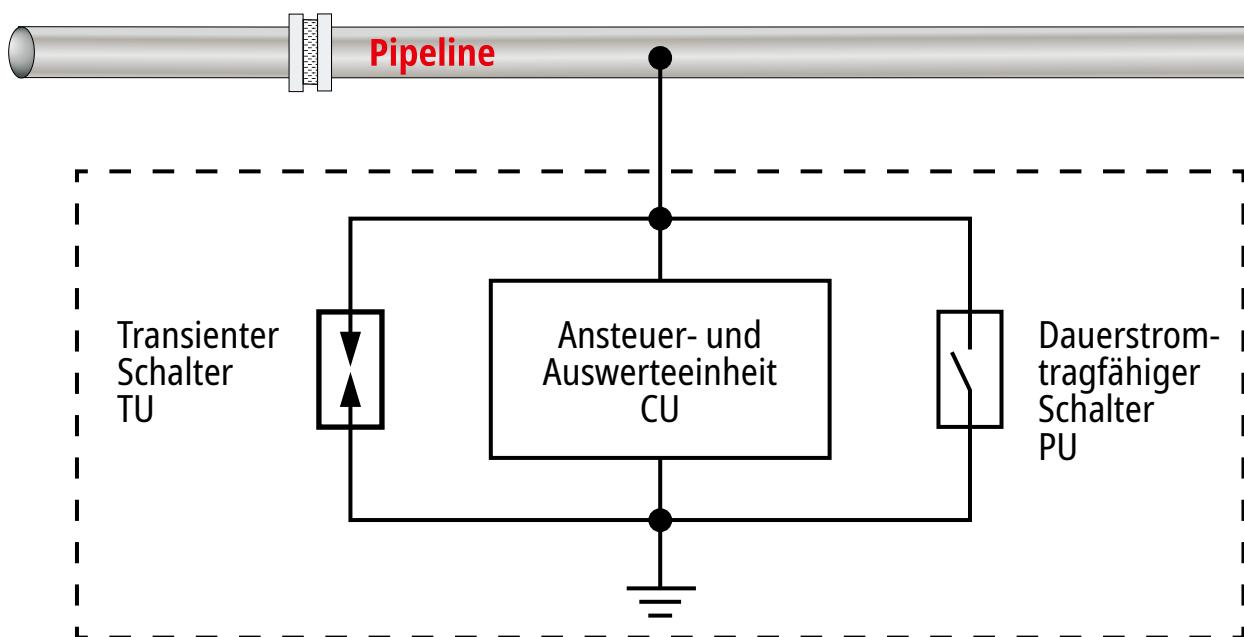
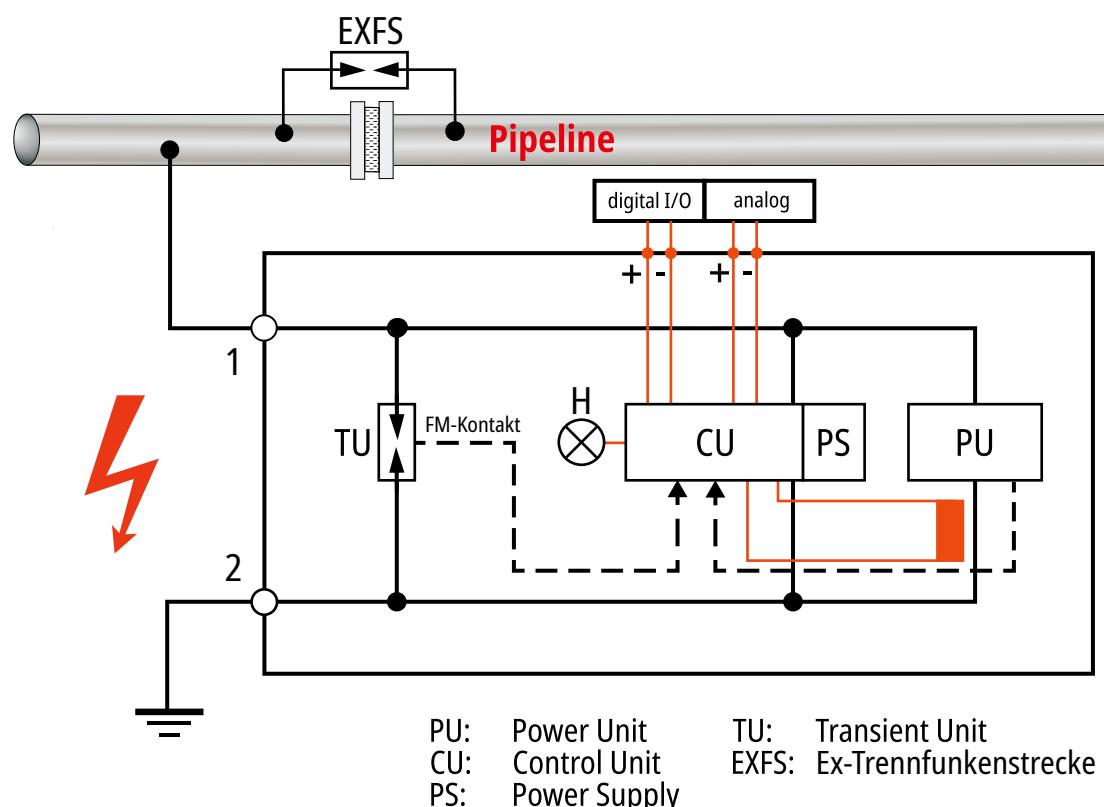

Fig. 2.1 Funktionsgruppen
Fig. 2.2 Funktionseinheiten
Die **Spannungsgesteuerte Abgrenzeinheit** Typ **VCSD** – Voltage-controlled smart decoupling device wird in elektrischen Systemen mit einem hohen Ausbreitungs- und Vernetzungsgrad, die durch Fremdspannungen von unterschiedlichen Störquellen (z.B. Hochspannungssysteme, Bahnstromversorgungssysteme, Niederspannungssysteme, Blitzbeeinflussung) beeinflusst werden, eingesetzt (siehe auch Fig. 2.1 und Fig. 2.2, Seite 6).
Die Auswertelektronik (CU) wertet verschiedene Sensorsignale aus und koordiniert so das Zusammenspiel der einzelnen Funktionseinheiten (siehe Fig. 2.2).